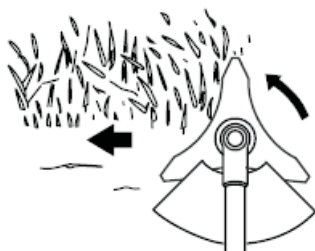

рис. 10
1. Направляйте косу справа налево, при этом с небольшим наклоном в левую сторону. Рис. 10